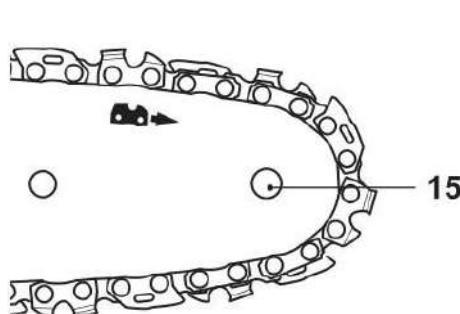

Fig. 7
7. Le sens d'installation de la chaîne est indiqué par la flèche sur le guide (fig. 7). Assurez-vous que la chaîne est correctement placée sur le nez du (15) du guide (13).